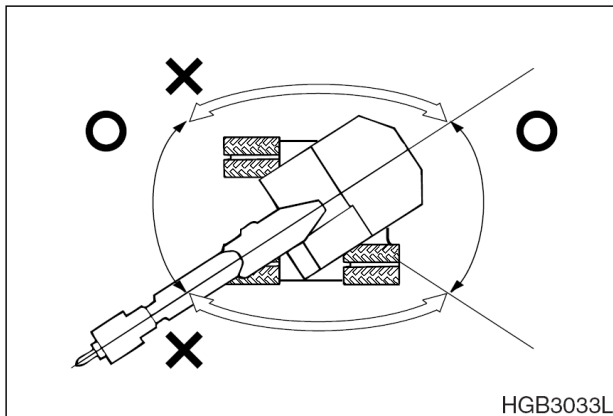

Рис. 78
8. Работать дробилкой следует только перед экскаватором или позади него. НЕ использовать дробилку с боковых сторон экскаватора. НЕ поворачивать дробилку из стороны в сторону при работе с нею. (Рис. 78)